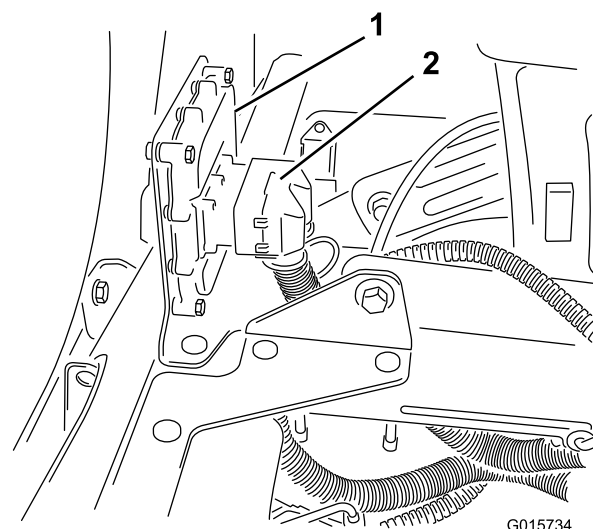

Figura 18
1. Para o modelo 5800, ligue o terminal na cablagem ao controlador electrónico e prenda-o com uma chave Allen (Figura 18).